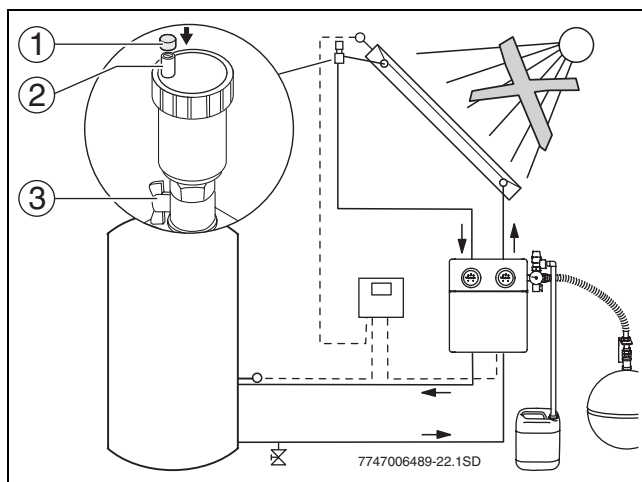

Рис. 25 Откройте воздушный клапан
- ▶ Закройте правый шаровой кран (2) на насосной станции и шаровой кран на воздушном клапане (→ рис. 25, (3)).
- Закройте краны для заполнения и слива (3) на насосной станции.